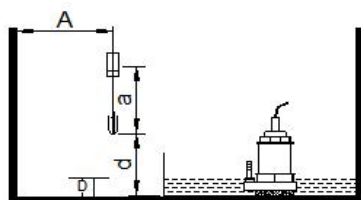

图1
- 浮球动作长度a必须小于槽壁与电缆距离Δ, 浮球控制最低水位d必须大于水位D。(见图1)